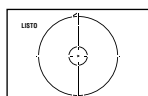
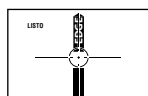

ILUSTRACIÓN 6
ILUSTRACIÓN 7
1. Deslice lentamente la unidad sobre la superficie en línea recta. A medida que el sensor se acerca a un objeto, los anillos externos del LCD (ilustración 6) se prenderán sucesivamente hasta que el indicador del BORDE central sea mostrado (ilustración 7) y la unidad emita un biip continuo.